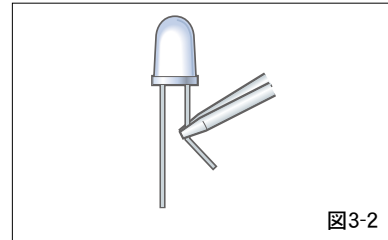

図3-2
- ②フォーミングの際にはリード根元が支点となり根元に機械的応力が加わるような方法は避け、リード根元を治具等でしっかり固定した状態で行ってください。（図3-2）